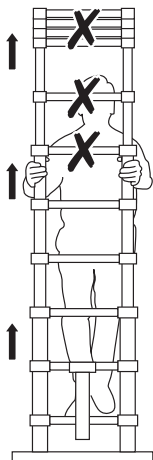

Fig. 2
- c. Nunca utilize o último metro a contar de cima (Fig. 2) para se manter de pé.